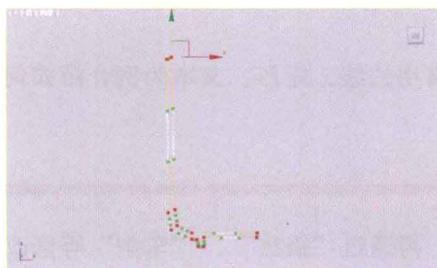
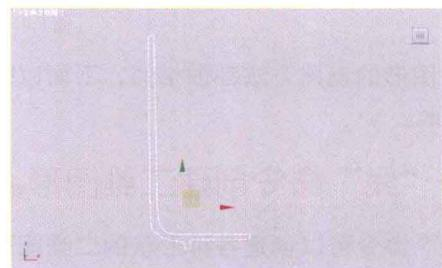

图1.10
图1.11
- 04 被修改的顶点将变为带控制柄的Bezier角点，如图1.10所示。调节顶点的控制柄，使线形平滑，调整后的效果如图1.11所示。